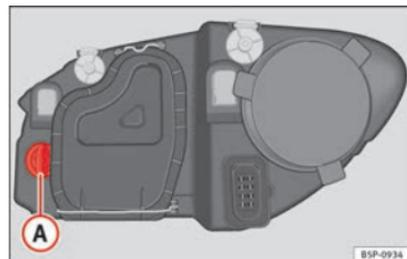

Fig. 183 Ampoule du clignotant.
- Tournez le support d'ampoules ⇒ fig. 183 Ⓐ vers la gauche puis tirez.